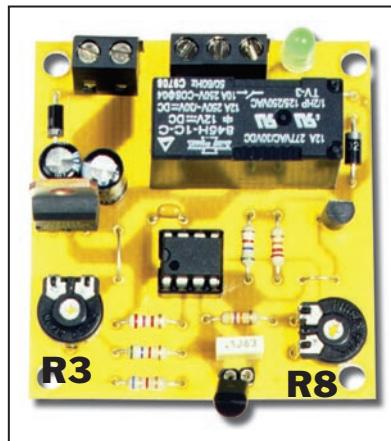

Figure 7 : Le réglage du thermostat.
La largeur de l'impulsion fournie par la porte NAND IC3-B peut être modifiée d'un minimum de 0,12 milliseconde, jusqu'à un maximum de 25,6 millisecondes en tournant d'une extrémité à l'autre le curseur du potentiomètre R7, placé sur l'entrée de la porte NAND IC3-B (voir figure 7).
Figure 7 : Dès que le signal envoyé par la capsule TX rencontre un obstacle, il est renvoyé vers la capsule réceptrice RX. Le potentiomètre R7 permet d'élargir ou de rétrécir l'impulsion qui entre dans la patte 5 du circuit intégré IC2-B. Si l'impulsion réfléchie parvient sur la patte CK du FLIP-FLOP IC2-B lorsqu'un niveau logique 1 est encore présent sur la patte 5, le relais colle (ON), dans le cas contraire, le relais ne colle pas (OFF).